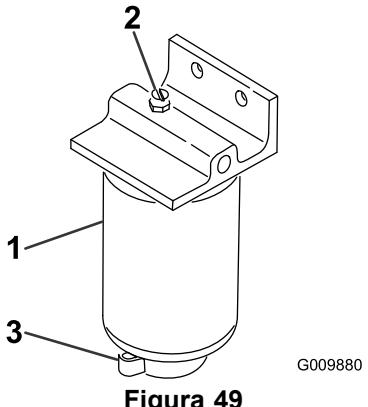

Figura 49
- Liberte a válvula de escoamento que se encontra na zona inferior do recipiente do filtro (Figura 49).
- Limpe a zona de montagem do recipiente do filtro (Figura 49).